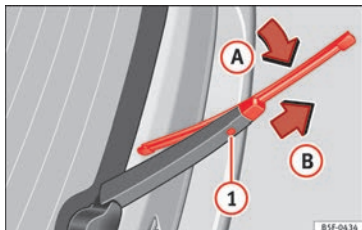

Abb. 63 Scheibenwischerblatt der Heckscheibe auswechseln.
- Scheibenwischerarm anheben und um einen Winkel von etwa 60° wegklappen »» Abb. 63.
- Scheibenwischerblatt in Richtung Scheibenwischerarm »» Abb. 63 (Pfeil) kippen und in Pfeilrichtung abziehen. Dazu kann ein erhöhter Kraftaufwand notwendig sein.